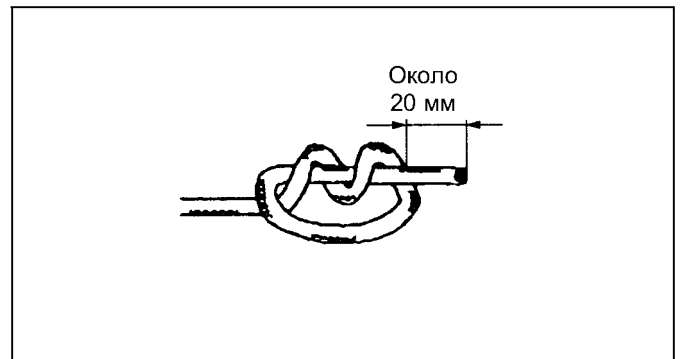
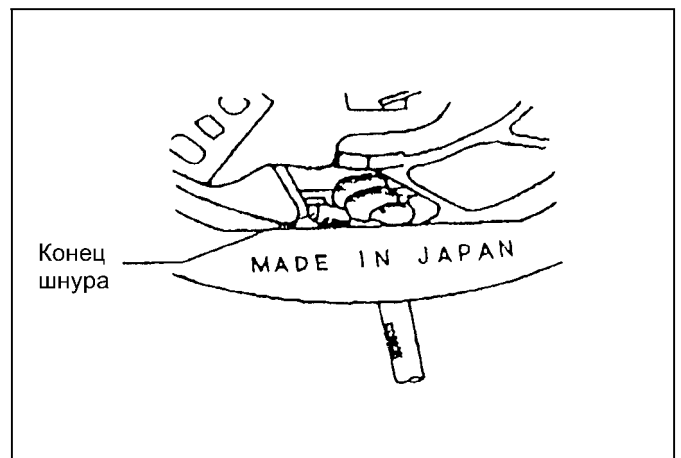

Рис. 10-15
Рис. 10-16
(5) Установить шнур (операция выполняется вдвоем):
- 1: продеть конец шнура через направляющее отверстие в корпусе и отверстие в катушке и завязать ее узлом, как показано на рис. 10-15 -2: расположить в катушке узел шнура таким образом, чтобы при вращении катушки он не задевал корпус (рис. 10-16)